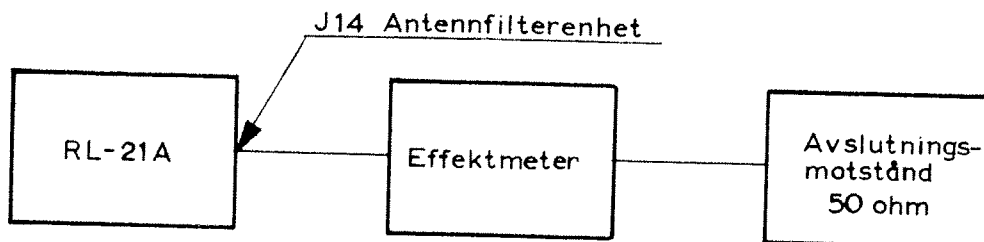

Bild 1. Uppkoppling
- 421 Koppla upp enligt bild 1 och mät uteffekten. Om antennfilterenheten är rätt avstämd och sändaren är nyöversedd skall uteffekten vara större än 6 W. Med effektförstärkare skall uteffekten vara större än 60 W. Om sändaren varit i drift en tid kan uteffekten tillåtas sjunka till 4,5 W (45 W med effektförstärkare) innan åtgärder vidtas.
- 492 Anslut effektmeteren enligt bild 1.